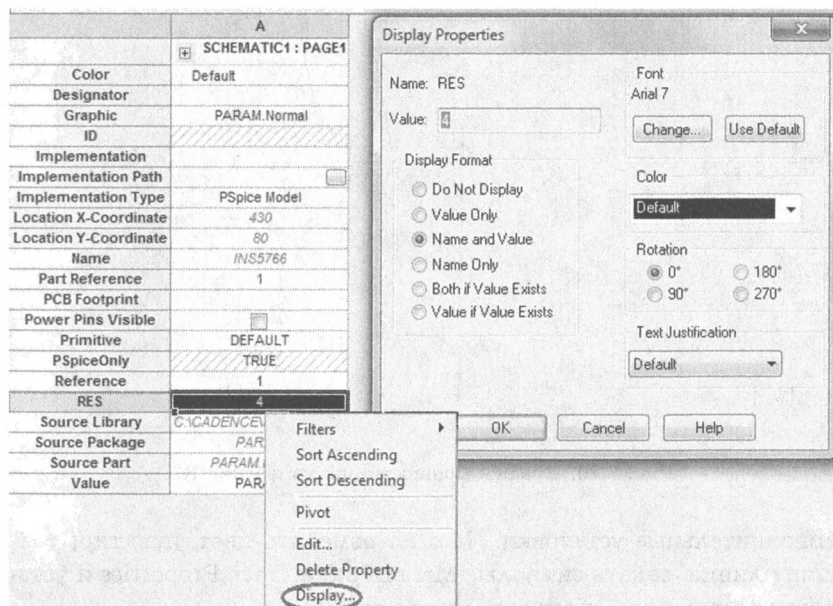

Рис. 2.18. Проверка установок
5. Выделяем строку RES, правой кнопкой мыши открываем меню и выбираем Display. Проверяем правильность установок (рис. 2.18). Нажимаем «ОК».